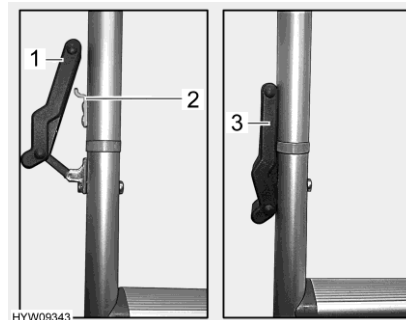

Bild 82 Förslutning (stegen)
- Häng på gummiförslutningarna (Bild 82,1) i hakarna (Bild 82,2) och tryck nedåt. Se till att gummiförslutningshakarna (Bild 82,3) ligger fast mot krokarna.
- Lossa gummiförslutningshakarna (Bild 82,3).